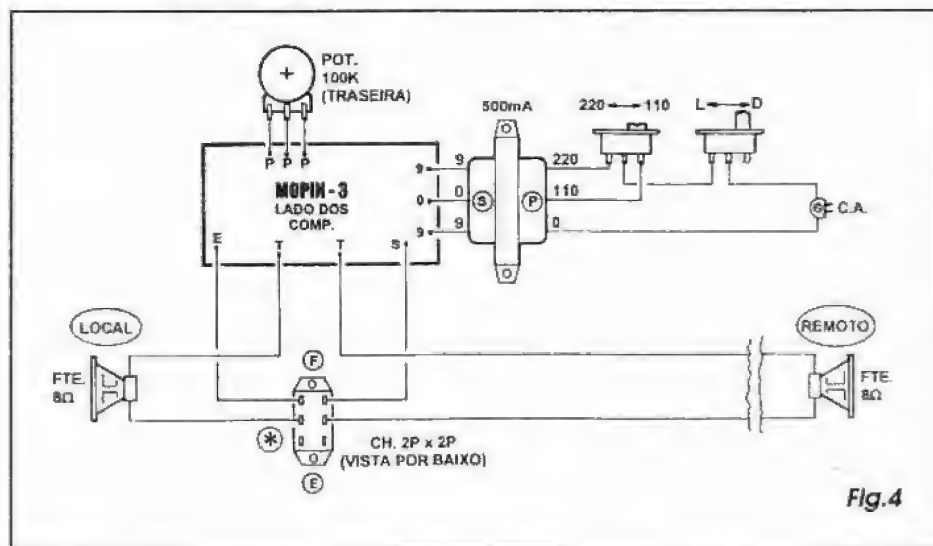

Fig.4
- FIG. 4 - CONEXÕES EXTERNAS À PLACA - INSTALAÇÃO BÁSICA - A